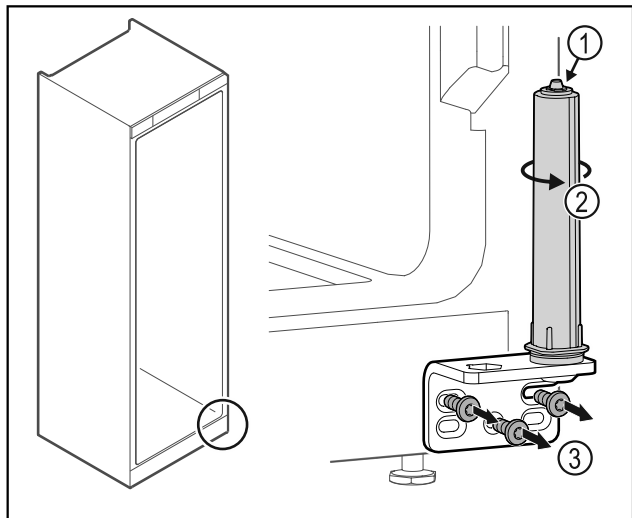

Fig. 14
- ▶ Ne szedje szét az ajtó zárrendszert Fig. 14 (1).
- ▶ Forgassa el a zárrendszert Fig. 14 (2), amíg az be nem kattann.
- ▶ Csavarozza le a csuklópántot Fig. 14 (3).